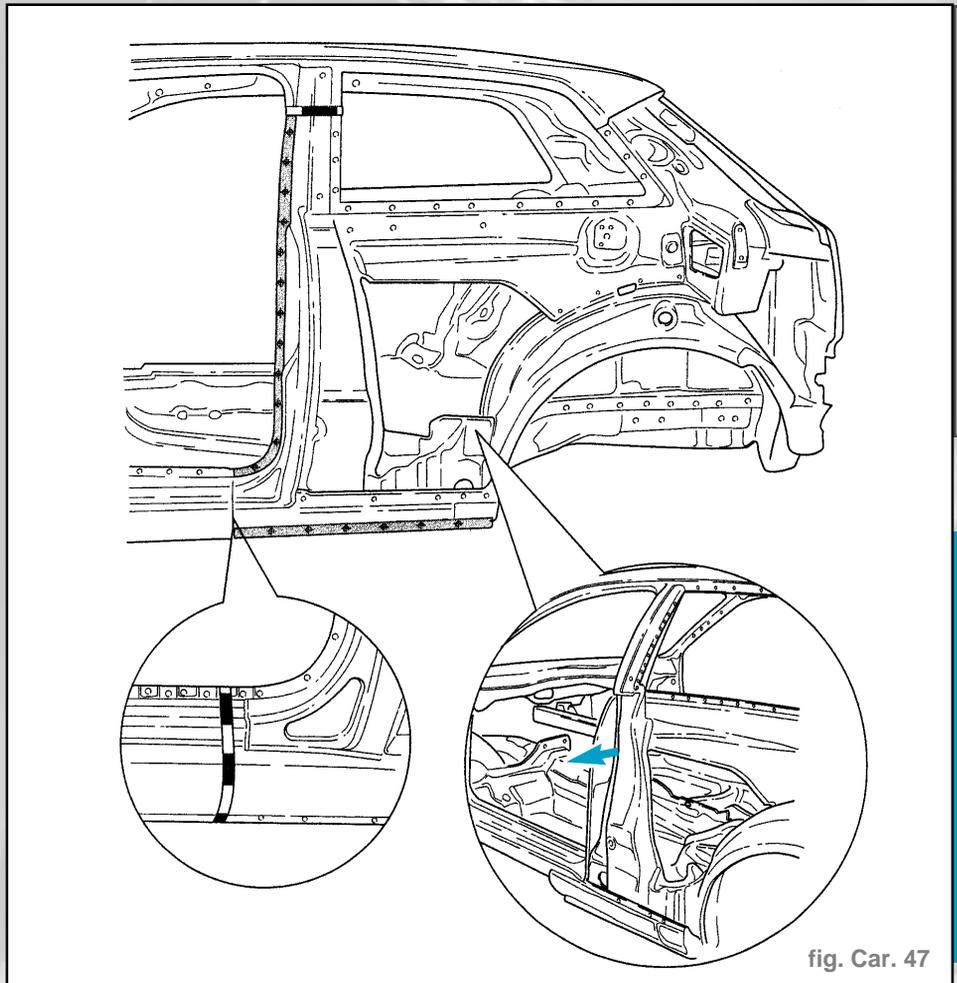

fig. Car. 47
- Définir la ligne de coupe au niveau du montant B en fonction de l'endommagement (fig. Car. 47).